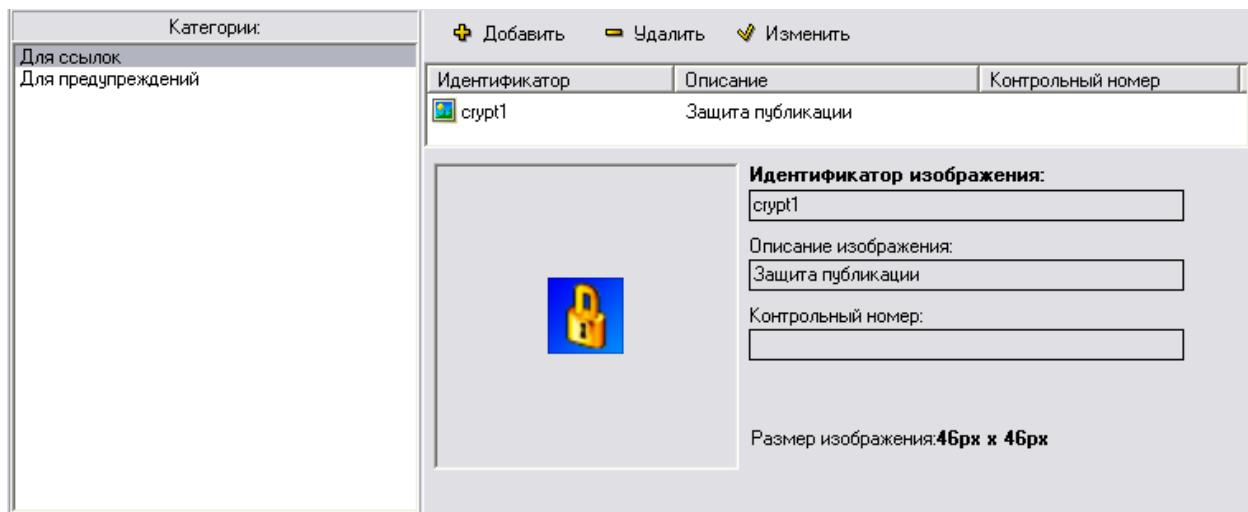

Рис. 6.7
6. Нажмите на кнопку **Применить**. При этом в правом нижнем окне редактора появятся параметры изображения (Рис. 6.7).